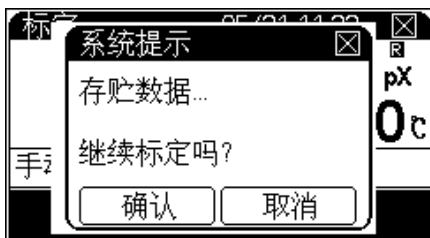

图 24
- 4 稍后，仪器提示用户“继续标定吗？”，显示如图 24，如果用户有其他的标准溶液需要标定，则可按“确认”键，然后重复前面的步骤标定其他标准溶液，直至标定结束！